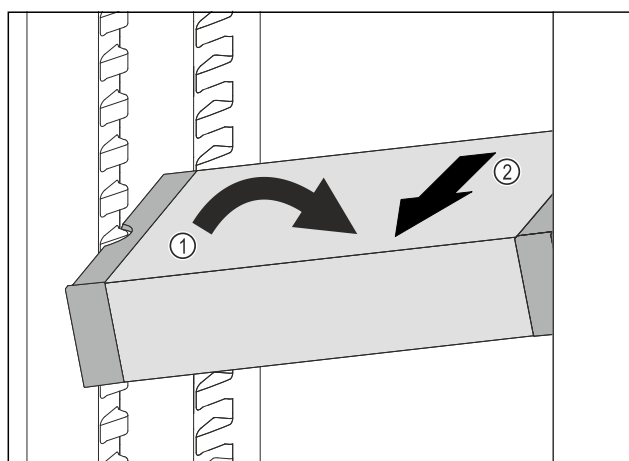

Fig. 129
- ▶ VarioSafe postavte v chladničke šikmo. Fig. 129 (1)
- ▶ VarioSafe vyberte dopredu. Fig. 129 (2)